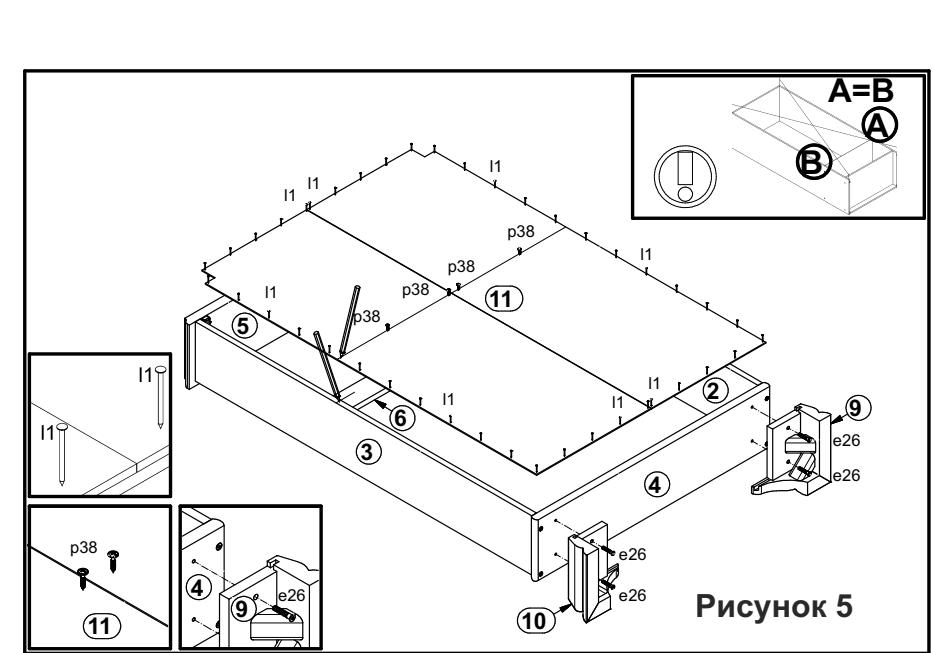

Рисунок 5
9. Прикрутить ноги 9, 10 к щиту нижнему 4 конформатами **e26** при помощи ключа **z1** (см. рис. 5).
10. Положить корпус тумбы фасадными кромками вниз на ровную поверхность и выровнять его, измеряя рулеткой расстояние между противоположными углами по диагонали. Расстояния должны быть равными (см. рис. 5).
11. Закрепить стенку заднюю склеенную 11 на корпусе тумбы при помощи гвоздей **I1** с шагом **80-120 мм** и шурупов **p38** (см. рис. 5).